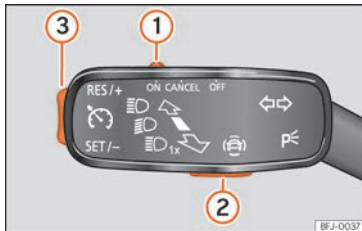
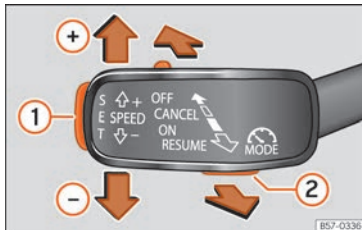

Abb. 153 Am Blinkerhebel: Tasten zur Bedienung des Geschwindigkeitsbegrenzers.
Abb. 154 Links an der Lenksäule: Tasten zur Bedienung des Geschwindigkeitsbegrenzers.
Zum Wechseln zwischen den Fahrerassistenzsystemen die Taste  » **Abb. 153**  oder die Taste  » **Abb. 154**  drücken und anschließend mit dem Rädchen rechts am Multifunktionslenkrad im Menü des Kombi-Instruments wählen und durch Drücken des Rädchens bestätigen.
- Schieben Sie den Schalter »» **Abb. 153 ①** auf die Position **ON** und drücken Sie die Taste **②**. Wählen Sie dann mit dem Rädchen rechts
- Drücken Sie während der Fahrt die Taste »» **Abb. 153 ③** im Bereich **SET/-**.
Die Geschwindigkeit kann mit der Taste »» **Abb. 153 ③** eingestellt werden:
- Schieben Sie den Schalter »» **Abb. 153 ①** auf die Position **OFF**.
Wenn Sie den Geschwindigkeitsbegrenzer – beispielsweise zum Überholen – vorübergehend deaktivieren möchten, schieben Sie den Schalter »» **Abb. 153 ①** auf die Position **CANCEL** oder drücken Sie die Taste **②**.
Nach dem Überholmanöver kann der Geschwindigkeitsbegrenzer wieder mit der zuvor gespeicherten Geschwindigkeit aktiviert werden, indem die Taste »» **Abb. 153 ③** im Bereich **RES/+** gedrückt wird.
- Bewegen Sie den Hebel zum Lenkrad auf die Position **ON** und drücken Sie die Taste **»» Abb. 154 ②**.
- Drücken Sie während der Fahrt die Taste **SET** **»» Abb. 154 ①**.
- Drücken Sie die Taste **SET** **»» Abb. 154 ①**, um die Geschwindigkeit in kleinen Schritten von 1 km/h (1 mph) zu reduzieren.
Hebel in Stellung **CANCEL** oder drücken Sie die Taste **»» Abb. 154 ②**.